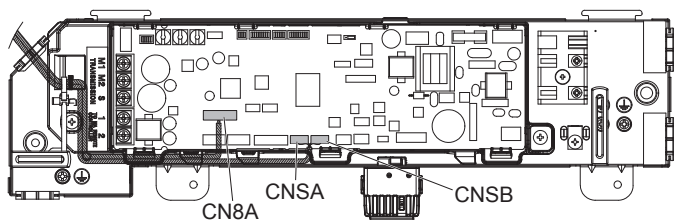

Fig. 5-6
4. Raccordez-le au connecteur du circuit imprimé en option. (Fig. 5-6)